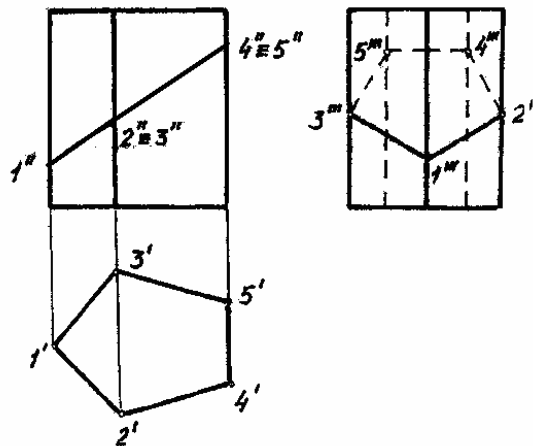

Рис. 5.19
- б) стороны многоугольника определяются как линии пересечения граней многоугольника с секущей плоскостью (Рис.5.19) Для построения многоугольника сечения и определения его истинной величин можно использовать способы преобразования чертежа.